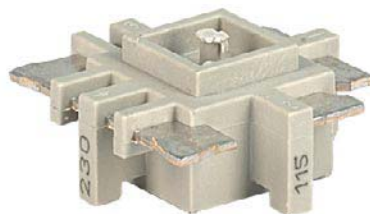

図6. 電圧セクタ ユニット
3. 電源入力コネクタからヒューズ ホルダ (1) を取り出します。
4. ロング ノーズ プライヤを使って、電圧セクタ ユニットを取り外します (38 ページの 図 6 を参照)。